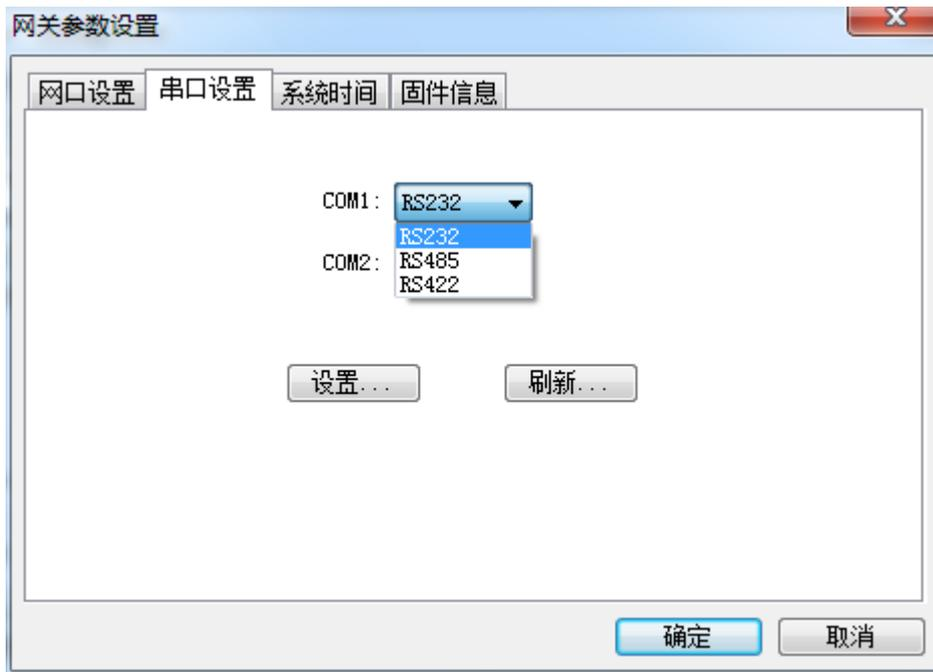

图 3-10-3 串口设置
**串口设置：**设置硬件网关 COM 口通讯方式，其中 COM1 和 COM2 口支持 RS232，RS422 和 RS485 三种方式，如下图 3-10-3。